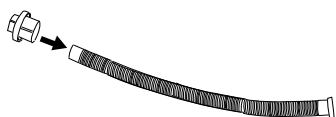
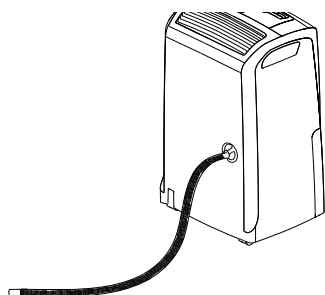
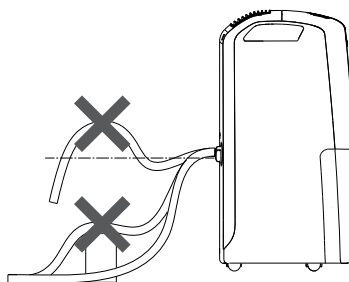

fig. 3
fig. 4
fig. 5
- 2) Insérez le capuchon de vidange **1** dans le flexible de vidange du condensat (8) jusqu'à l'extrémité (Fig. 3), puis vissez le capuchon sur la goulotte **2** (Fig. 4).
- 3) Assurez-vous que l'extrémité du flexible ne soit pas plus haut que la goulotte (Fig. 3), ou l'eau pourrait demeurer dans le réservoir. Assurez-vous qu'il n'y ait aucune coque dans le flexible (Fig. 5).